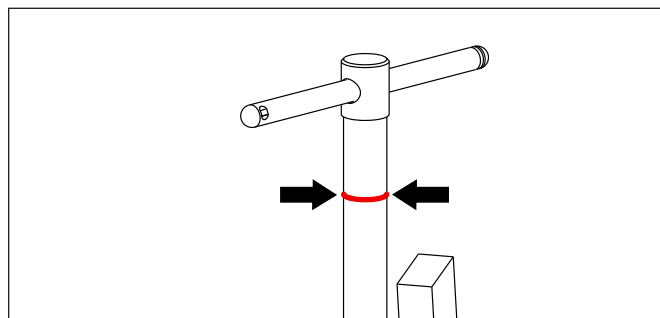

Figura 4, Indicador de engate da rosca (linha vermelha)
- Depois de montar o puxador na peça a ser removida, se certifique de que o indicador de encaixe de rosca está visível. Veja a Figura 4 para saber a localização. Se o eixo for girado demais no sentido horário, o indicador ficará oculto, indicando que a quantidade de engate da rosca não é suficiente.